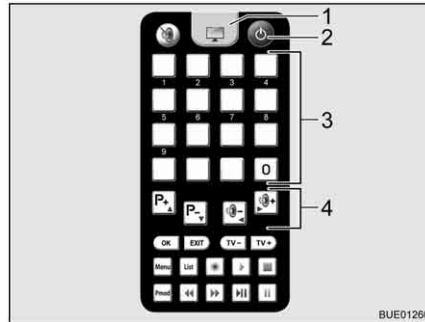

Bild 31 Fernbedienung
- Auf der Fernbedienung Taste "⏻" (Bild 31,2) drücken. Die Satellitenantenne richtet sich aus der Parkposition auf und geht in den Suchmodus. Wenn die Anlage den Satelliten gefunden hat, ertönt ein Signalton.
- Über die Speichertasten (Bild 31,3) oder die Funktionstasten (Bild 31,4) den gewünschten Sender einstellen.